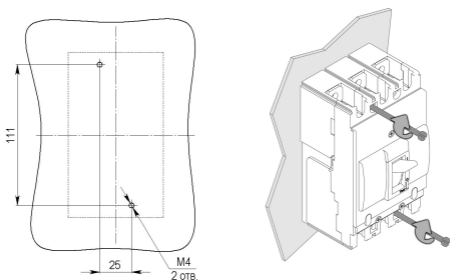

Рисунок 9 – Расположение отверстий для крепления выключателя на панели
1) выполнить в конструкции, к которой крепится выключатель, отверстия (см. рисунок 9);